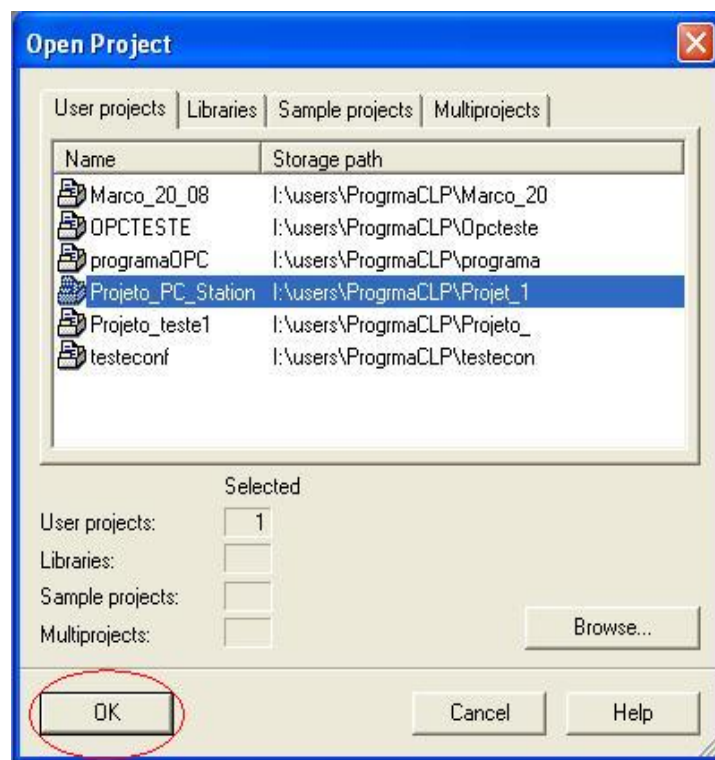

Figura 6.3: Escolha do projeto
- Passo 2: Na janela que se abrirá (figura 6.3) selecione o projeto ao qual deseja adicionar a estação de trabalho e clique em OK.